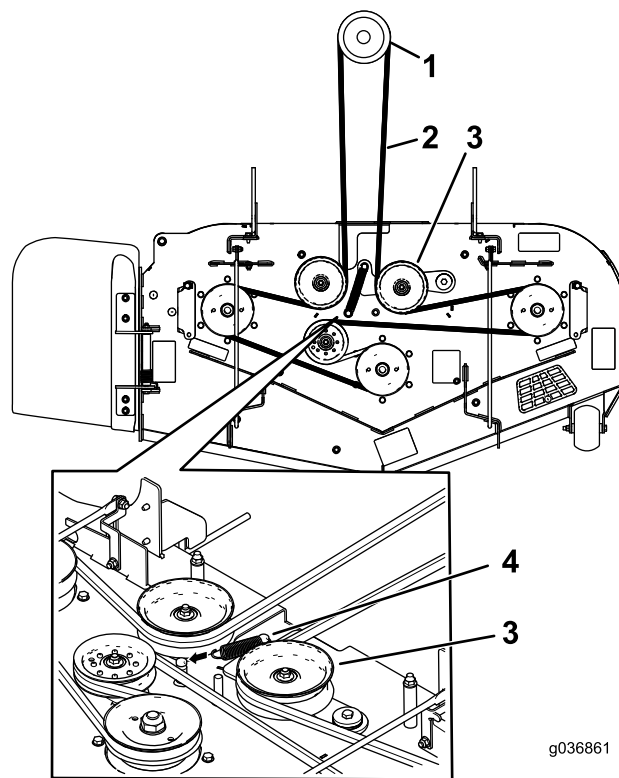

Figure 75
7. Acheminez la courroie neuve autour des poulies du tablier de coupe et de la poulie d'embrayage, sous le moteur (Figure 75).
8. Installez le ressort de la poulie de tension (Figure 75).